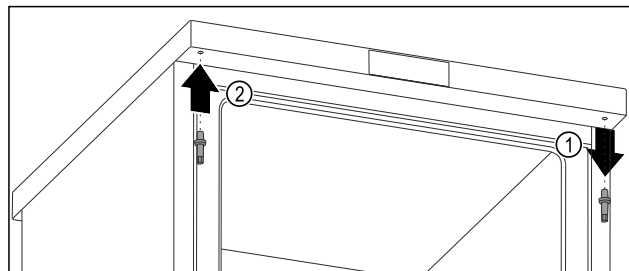

Fig. 12
- Dévisser l'axe supérieur avec une clé mâle coudée pour vis à six pans creux. Fig. 12 (1)
- Serrer l'axe du côté opposé avec une clé mâle coudée pour vis à six pans creux. Fig. 12 (2)